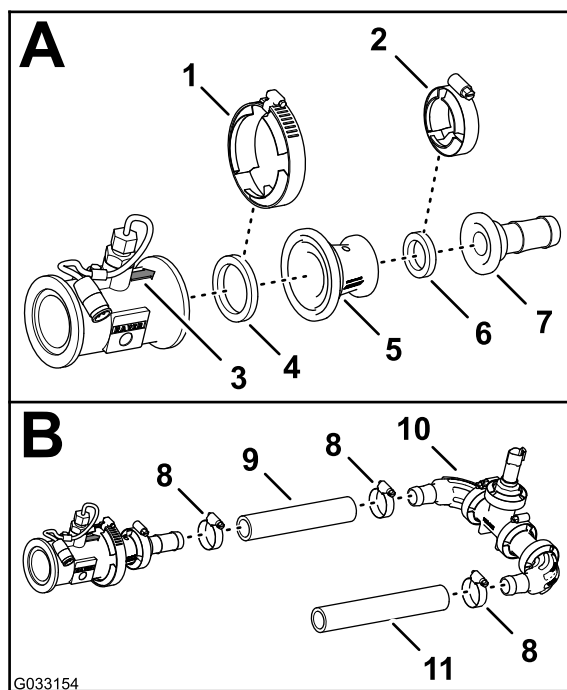

図 83
1. ステップ 4 コネクタチューブと縮径アダプタを外す (ページ 21) で取り外したガスケット2-1/4 インチと縮径アダプタを、フローメータの矢印の先端側に取り付ける 図 83。
2. フローメータとガスケット (外径 2-1/4 インチ) をアダプタ 図 83 に取り付けるステップ 2 と 3 コネクタチューブと縮径アダプタを外す \(ページ 21\) で取り外したフランジクランプ76mmを使用する。
3. ガスケット2-1/4 インチとバーブ付きのホースフィッティングを、縮径アダプタにセットする 図 83。
4. フランジクランプ51mm = 2インチを使って、バーブ付きフランジフィッティング、ガスケット、縮径アダプタ 図 83 を固定する。
5. 図 83 に示すように、水圧トランスデューサとマニホールドのバーブ付きエルボフィッティングに組み付ける。
6. ホースクランプ2個を使って、ホースとバーブ付きフィッティングを固定する 図 83。
7. 図 83 に示すように、水圧トランスデューサとマニホールドのもう一方のバーブ付きエルボフィッティングに、ホース1 x 8-1/2 インチを組み付ける。
8. ホースとバーブ付きフィッティングをホースクランプで固定する 図 83。